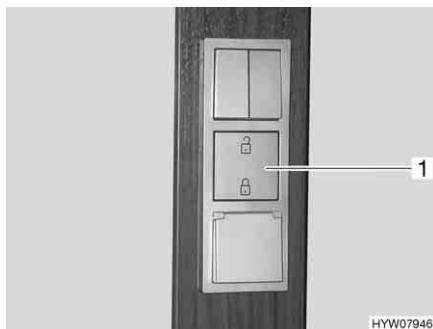

Fig. 70 Interruttore chiusura centralizzata per sportelli e cassetti
La chiusura centralizzata degli sportelli e dei cassetti viene azionata mediante il tasto centrale (Fig. 70,1) nel blocco dei tasti inferiore.
- Premere il tasto (Fig. 70,1) nella parte superiore. Gli sportelli e i cassetti del blocco cucina sono sbloccati.
- Premere il tasto (Fig. 70,1) nella parte inferiore. Gli sportelli e i cassetti del blocco cucina sono bloccati.
- Premere il tasto (Fig. 70,1) nella parte superiore.